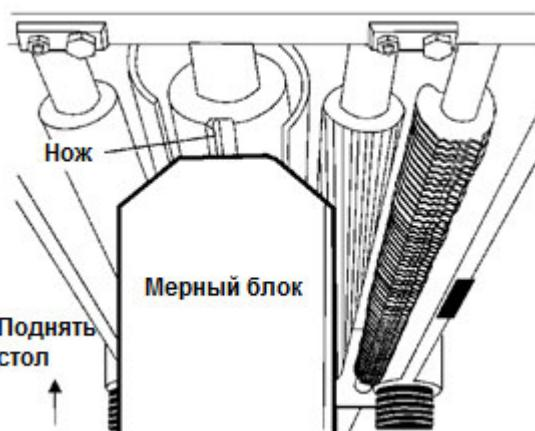

Рис. 17
- Установите мерный блок (см. Рис. 17) на рабочем столе непосредственно под режущей кромкой строгального ножа, как показано на рисунке. Плавно поднимайте стол, пока блок не коснется режущей кромки.